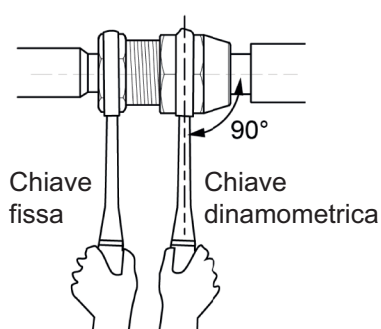

Fig. 16
- (3) Utilizzare una chiave dinamometrica per avvitare a fondo il dado svasato, fino a che la chiave produce un "click" (afferrare il manico della chiave e posizionarla ad angolo retto rispetto al tubo, come mostrato in Fig. 16).
- (4) Utilizzare materiale isolante per avvolgere la parte non isolata della tubazione frigorifera ed il giunto. Successivamente, legare saldamente il materiale isolante mediante nastro in plastica.
- (5) La tubazione frigorifera deve essere sostenuta da un supporto, piuttosto che dall'Unità.
- (6) L'angolo di curvatura della tubazione non deve essere eccessivamente ristretto, altrimenti la tubazione potrebbe rompersi. Per piegare la tubazione, utilizzare una macchina curvatubi.
- (7) Quando la tubazione frigorifera viene collegata all'Unità Interna, non tirare con forza il giunto grande e il giunto piccolo dell'Unità Interna, per evitare che il tubo capillare o altri tubi si rompano causando perdite.